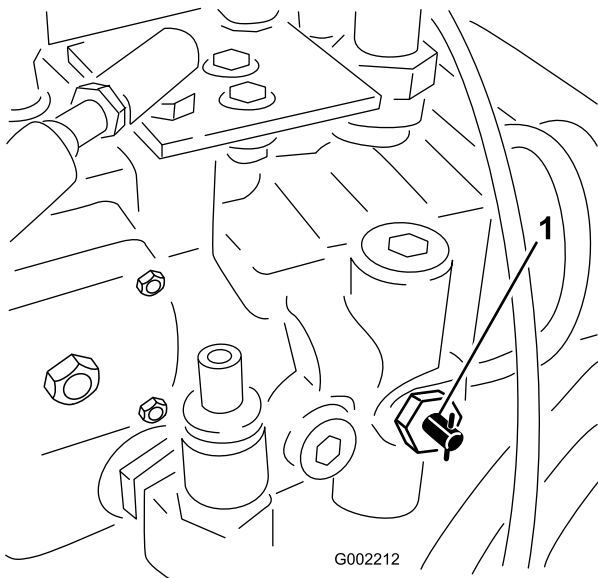

Bild 28
1. Drehen Sie das Abschleppventil (Bild 28) um 90° in eine Richtung, um es zu öffnen.